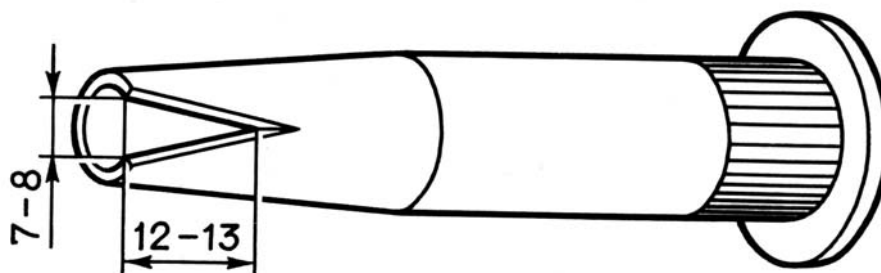

Рис. 9.8. Насадка для нанесения клея
– отвернуть от картуша с клеем «Terostat-8590» насадку и сделать в ней вырез (рис. 9.8);